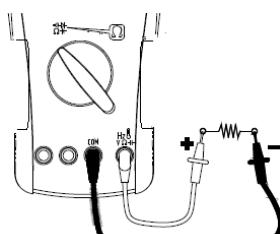

Рис.7.6
3. Функциональной клавишей **Select** выбрать требуемый режим измерения: **Ω** / \rightarrow (рис. 7.6). При каждом очередном нажатии – обеспечивается циклический переход между указанными режимами.
3. Подключить измерительные провода параллельно нагрузке (см. рис. 7.6).